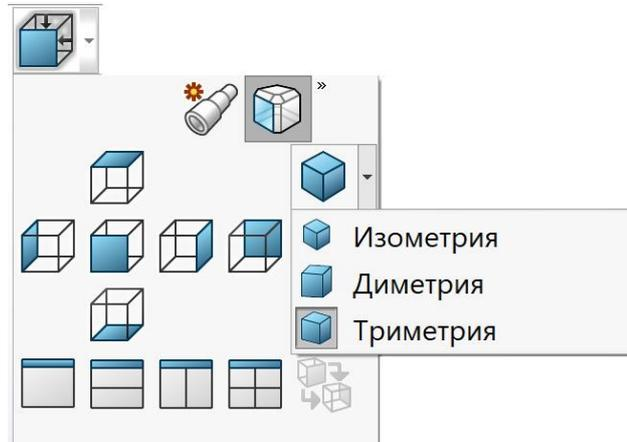

Рисунок 1.14 – Орієнтація виду
**Орієнтація виду (View Orientation).** «Орієнтація перегляду» допомагає змінити поточну орієнтацію перегляду розробленої вами моделі або точку перегляду (рис. 1.14). Він містить різні типи орієнтації виду, такі як